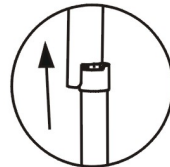
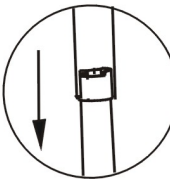

Figure a-1
Figure a-2
- 3) Um das Laufband wieder aufzustellen, das Ende des Hauptrahmens ein wenig anheben, bis die klappbare Stützstange höher als die Zylinderstange ist (siehe Abbildung a-1). Dann die klappbare Stützstange leicht mit dem Fuß neigen (siehe Abbildung a-2). Das Ende des Hauptrahmens kraftvoll herunterdrücken. Dabei den Fuß wegnehmen und das Ende des Hauptrahmens weiterdrücken. Das Zylinderstange gibt unter dem eigenen Gewicht nach (siehe Abbildung b) und der Hauptrahmen liegt flach auf dem Boden.